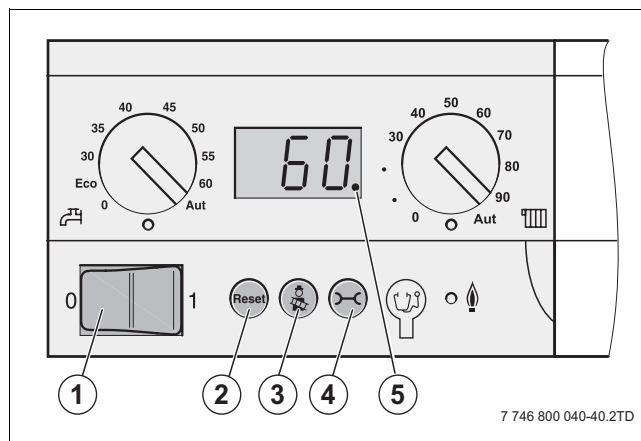

Fig. 69 Unitatea de comandă a controlerului de bază
- ▶ Setăți întrerupătorul principal (→ fig. 69, [1], pagina 46) la nivelul panoului de comandă al controlerului de bază la „0” (Opr).